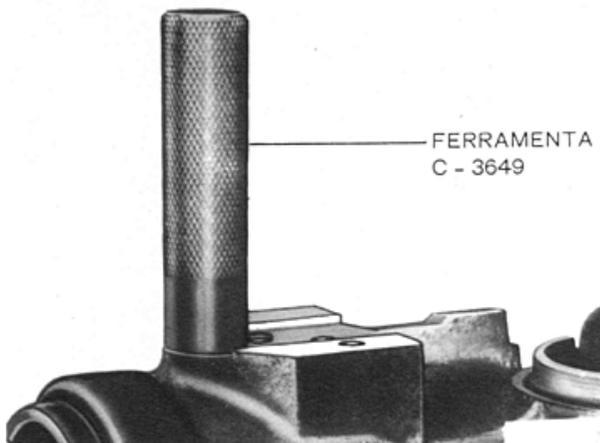

Fig. 23 — Alinhamento do espaçador com a válvula
- Alinhar de modo exato o orifício da alavanca de acionamento da válvula na pista central do rolamento e no espaçador com o orifício da alavanca da válvula na carcaça da caixa de direção. Girar o cabeçote da carcaça batendo em uma das nervuras de reforço com um martelo e um punção. Usar a ferramenta C-3649 para manter o alinhamento (fig. 23).